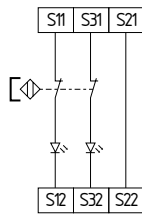

Fig. 18
**Control de dos canales de interruptores magnéticos de seguridad según EN 60947-5-3 (véase fig. 18)**